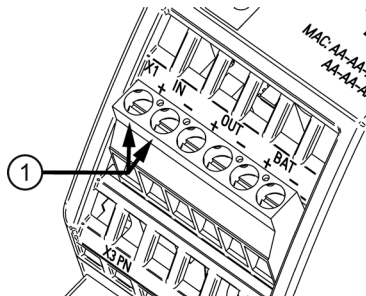

Bild 6-2 Eingangsseitiger Anschluss
Der Anschluss der 24 V - Versorgung erfolgt über die Klemmen "IN+", und "IN-" ① (siehe Bild 6-2 Eingangsseitiger Anschluss (Seite 108)).